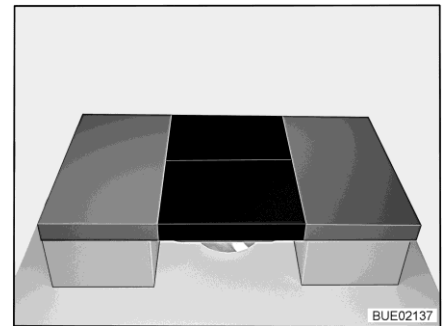

Fig. 165 Après la transformation
- Placer deux coussins supplémentaires sur la table (voir Fig. 165).